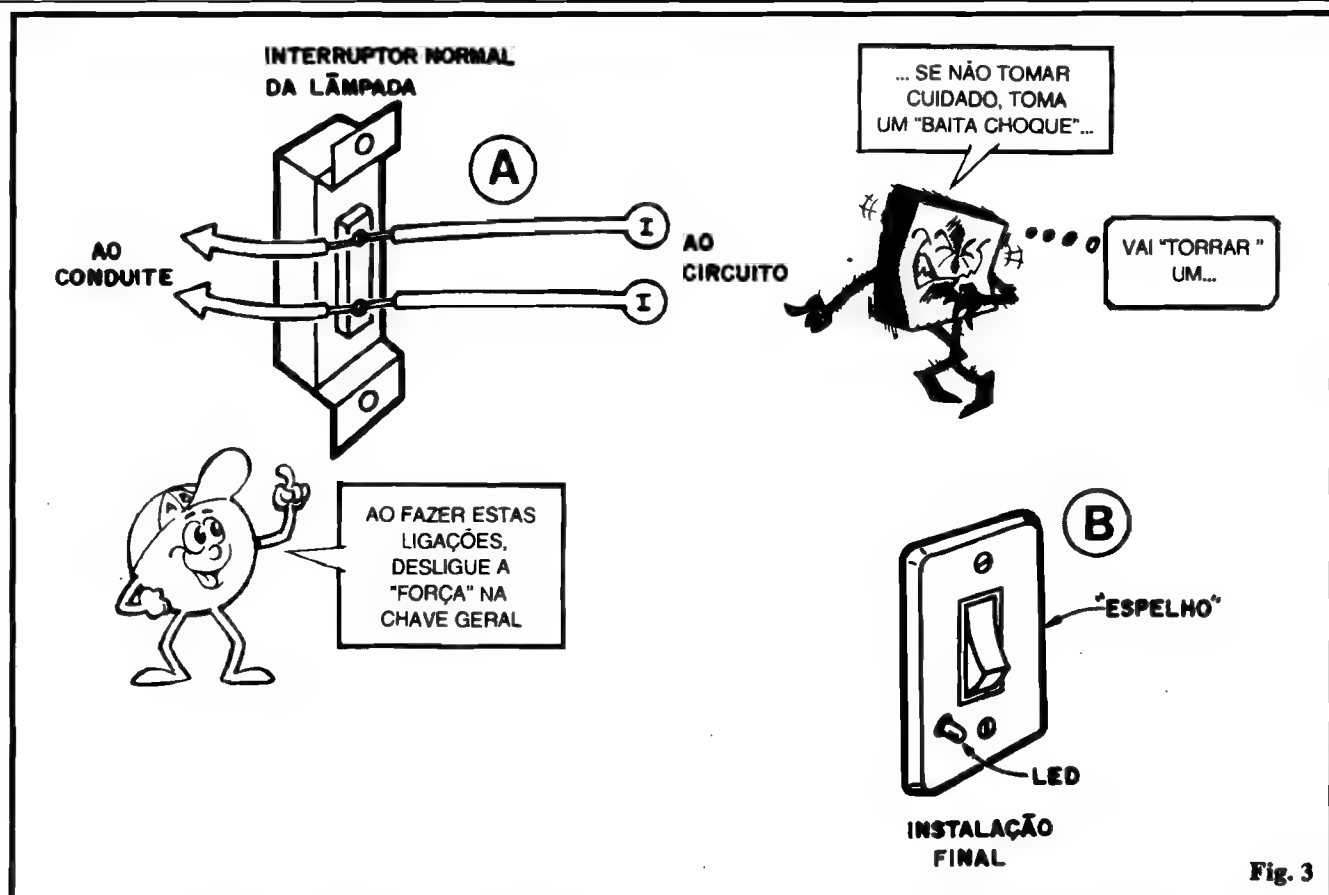

Fig. 3
- **FIG. 3** - A Instalação. **IMPORTANTE**: o dispositivo será ligado à própria rede C.A. (Corrente Alternada) domiciliar de 110 ou 220 volts. Lidar com a fiação elétrica de uma casa **EXIGE** alguns cuidados básicos e elementares (mas que muita gente "esquece", terminando por machucar-se seriamente, ou até - em casos mais drásticos - por "bater com as dez...")! **DESLIGAR A "FOR-**